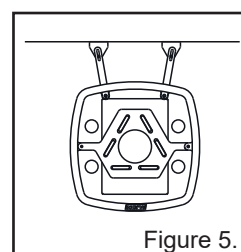

Figure 5.
- Les pierres doivent couvrir la totalité des résistances (Figure 5).